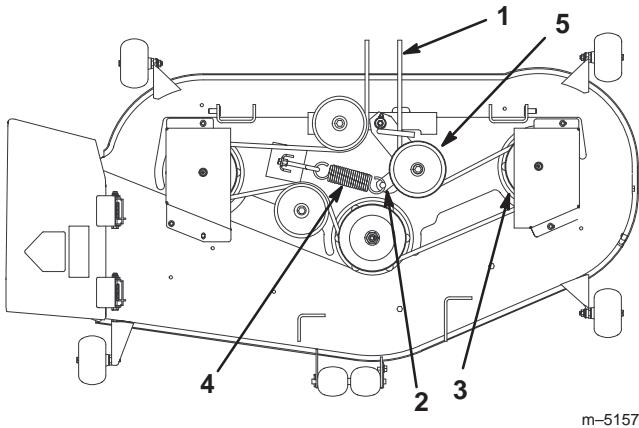

Bild 44
- Ziehen Sie die Spannscheibe in die in Bild 43 angegebene Richtung und verlegen den Riemen um die anderen Scheiben (Bild 44).